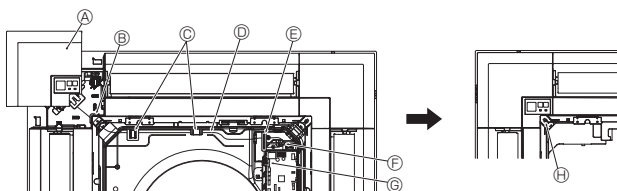

Fig. 9-9
9.4.5. Εγκατάσταση του δέκτη σημάτων (Fig. 9-9)